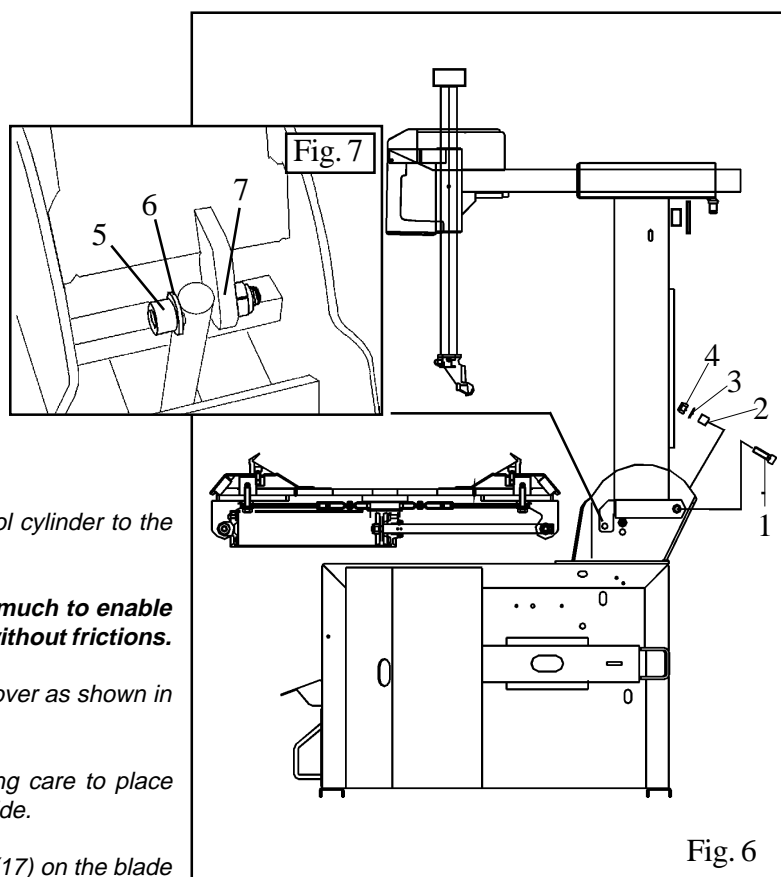

Fig. 6
Infilare le viti di fulcro posteriori (1), inserire le boccole (2), le rondelle (3) e **serrare** i dadi (4). Fig. 6
Insérer les vis arrière (1), les coquilles (2) ainsi que les rondelles (3) et **serrer** par les écrous (4). Fig. 6
*Die hintere Schrauben (1), die Buchsen (2) sowie die Beilagsscheiben (3) einfügen und die Mutter (4) **anziehen**. Abb.6*